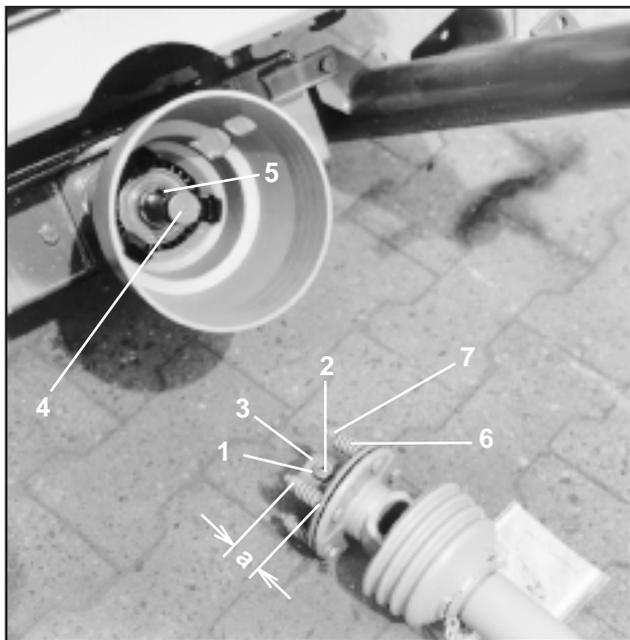

Рис. 10.22
При частом срезании срезного болта между фланцем соединительной вилки и входного вала редуктора и при работе на тракторах с жестко действующей муфтой ВОМ рекомендуется использовать карданный вал типа «Walterscheid» с фрикционной муфтой (Рис. 10.22).
- Открутите контргайку (Рис. 10.22/1) в вилке от фрикционной муфты (пока установочный винт более не будет выступать за контргайку), выкрутите установочный винт с внутренним шестигранником (Рис. 10.22/2) и проверьте, легко ли надвигается вилка на приводной вал.